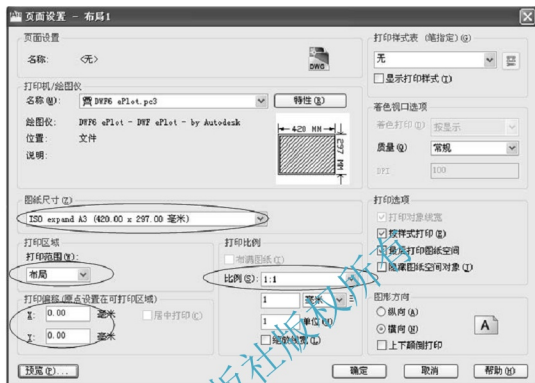

图 5.123 【页面设置-布局 1】对话框
(3) 单击视口线，出现蓝色夹点，然后按 Delete 键将视口删除。这时在不透明的白纸上没有视口，所以看不到任何图形。
(4) 设置【页面设置管理器】。
① 右击【布局 1】，在弹出的快捷菜单中选择【页面设置管理器】选项，打开【页面设置管理器】对话框。
② 单击【修改】按钮，进入【页面设置-布局 1】对话框，其中的参数设置如图 5.123 所示。